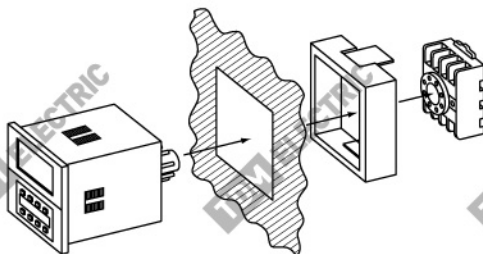

Рисунок 10. Монтаж реле РВ4 в вырез в крышке щитка 45x45мм
- в вырез в крышке щитка 45x45 мм для РВ4 (см. рисунок 10)